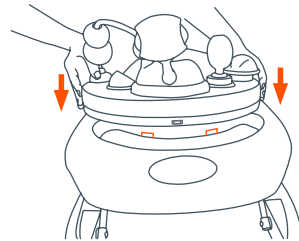

Fig. 13
- 13)** • To attach the activity tray, set the activity tray into the walker tray. Push firmly on all sides until the activity center clicks in to place (Fig. 13). Do not use the activity tray if it has been damaged or broken.
- Para fijar el juguete de actividades enganchelo en la bandeja del andador. Precione firmemente todos los lados asta que el juego de actividades se encaje en su lugar (Fig. 13). No use el Juego de Actividades se se ha dañado ó roto.